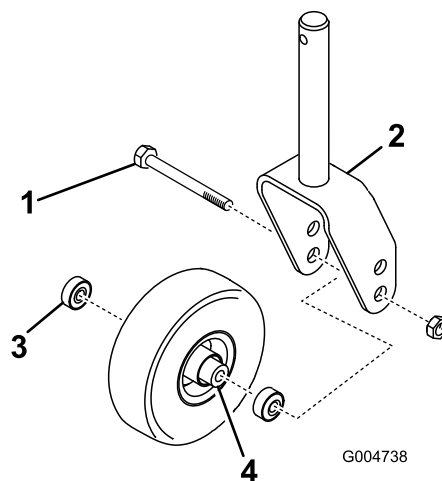

Bild 98
1. Entfernen Sie die Sicherungsmutter von der Schraube, mit denen das Laufrad in der Mitte der Laufradgabel oder am Laufradgelenkarm (Bild 98) befestigt ist. Halten Sie das Laufrad fest und schieben die Schraube aus der Gabel oder vom Gelenkarm ab.
2. Entfernen Sie das Lager aus der Radnabe und lassen das Lagerdistanzstück herausfallen (Bild 98). Entfernen Sie das Lager aus der gegenüberliegenden Seite der Radnabe.